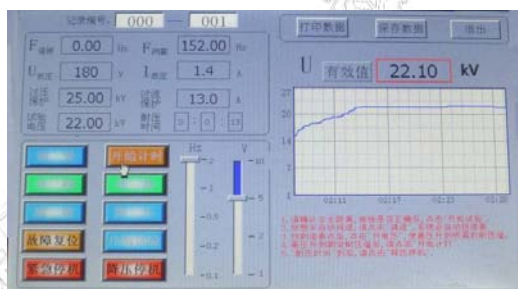

图 15
(22) 当 $U_{\text{谐振}}$ 电压升到设置时的耐压值，点击“耐压计时”，系统开始计时。显示界面如图15。